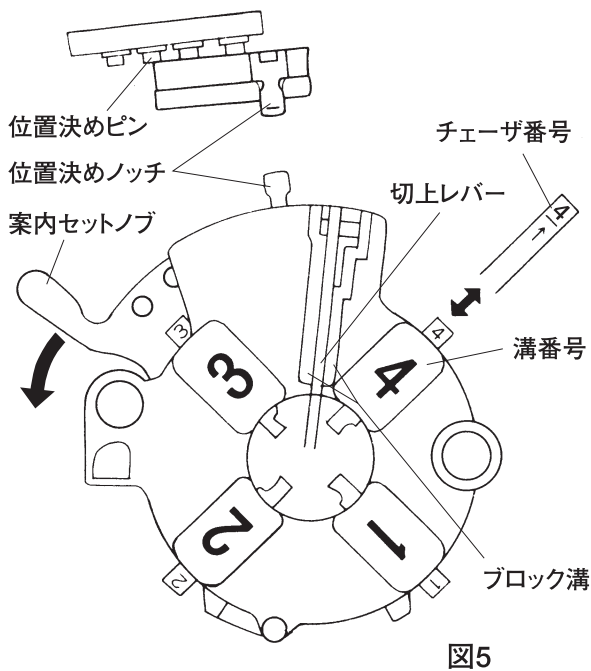

図5
- ①ダイヘッドをオープン(切上レバーがブロック溝から外れ、チェーザが開いた状態)にしてください。
- ②位置決めノッチを位置決めピンから外し、案内セットノブを図5の矢印の方向へいっぱい引くと、3番と4番のチェーザが取外せます。
- ③次にダイヘッドを起こして1番と2番のチェーザを抜き取ってください。
- ①ダイヘッドをチェーザの取外した状態にします。
- ②ダイヘッドを起こして1番と2番の溝番に同じ番号のチェーザをダイヘッドのチェーザノッチにはまり込むまで差し込みます。
- ③ダイヘッドを倒して同様に3番と4番のチェーザを差し込みます。
- ④次に案内セットノブを図5の矢印と反対方向に回転してください。チェーザは中心に向かって入っていきます。